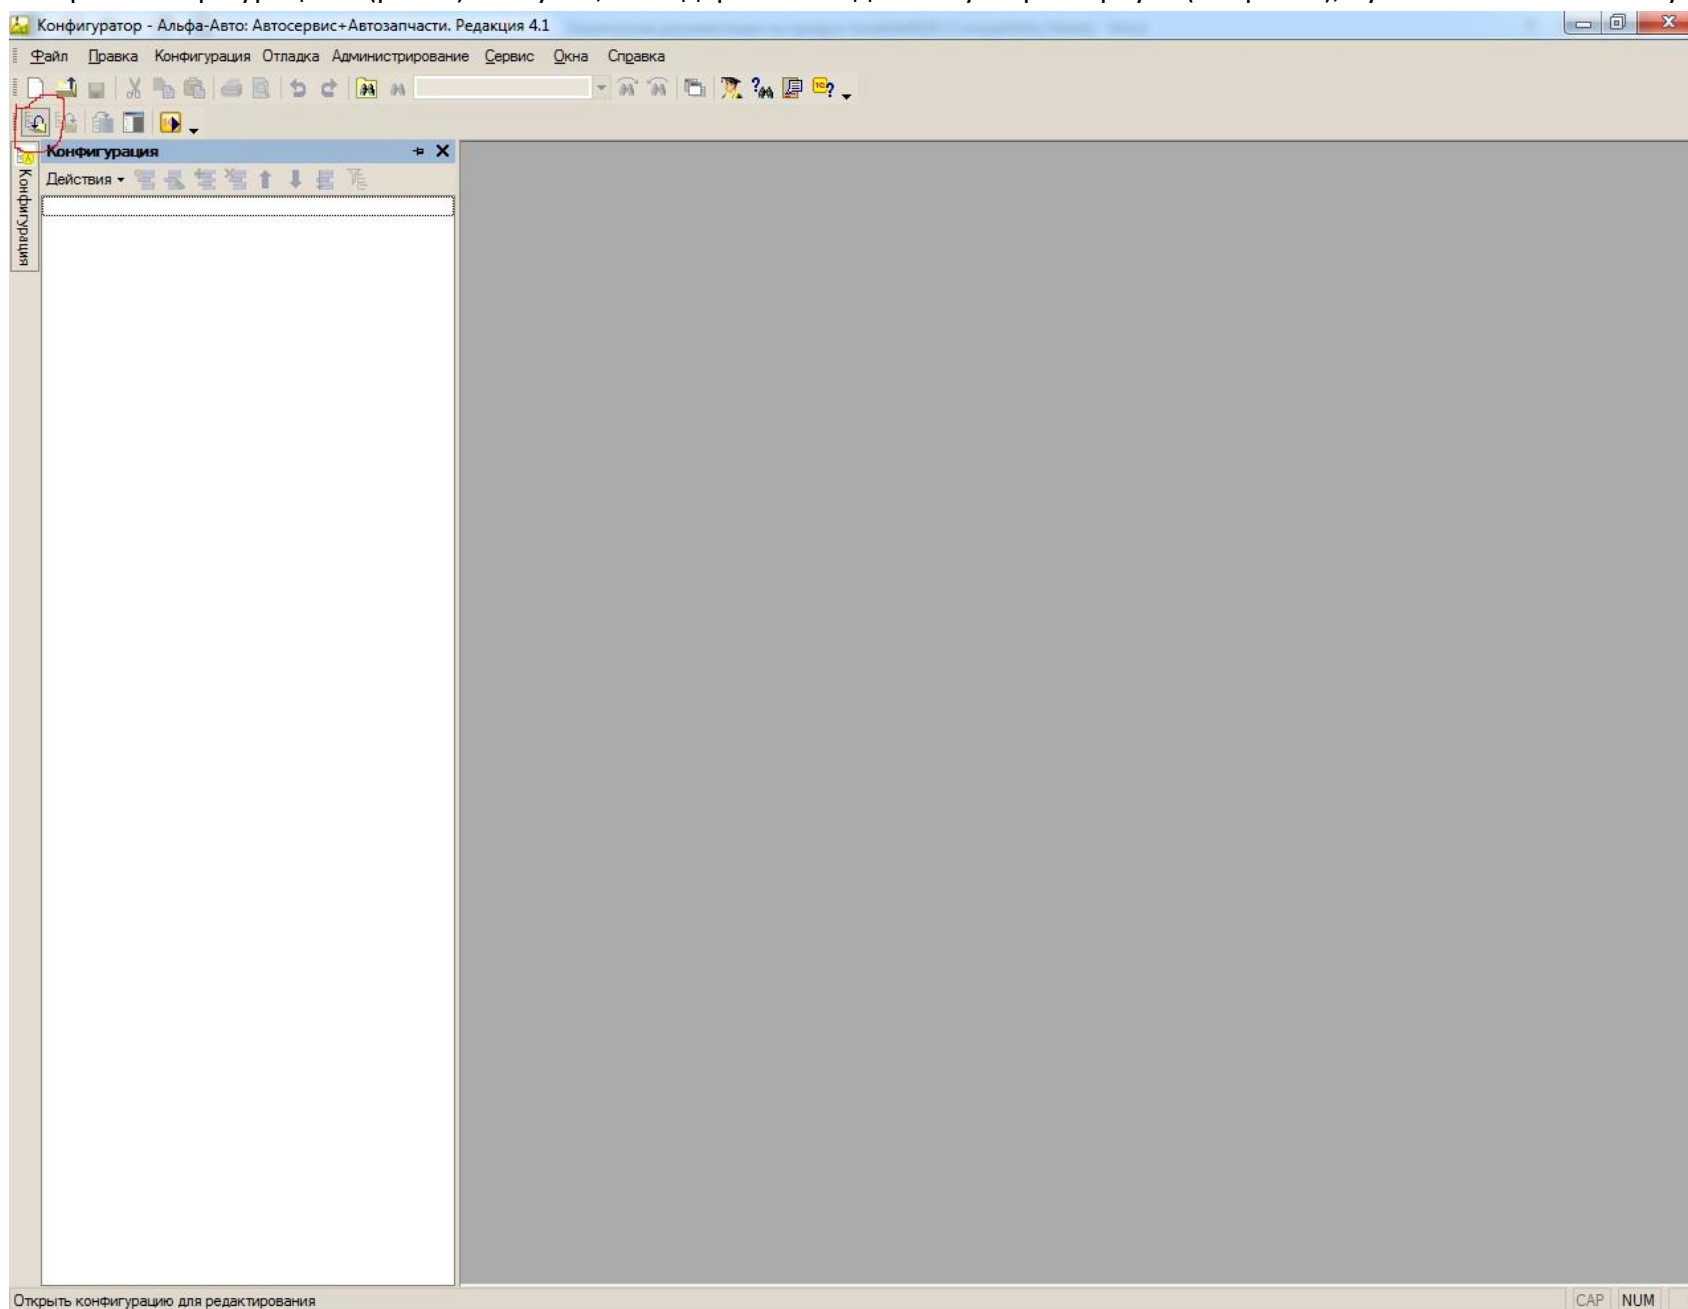
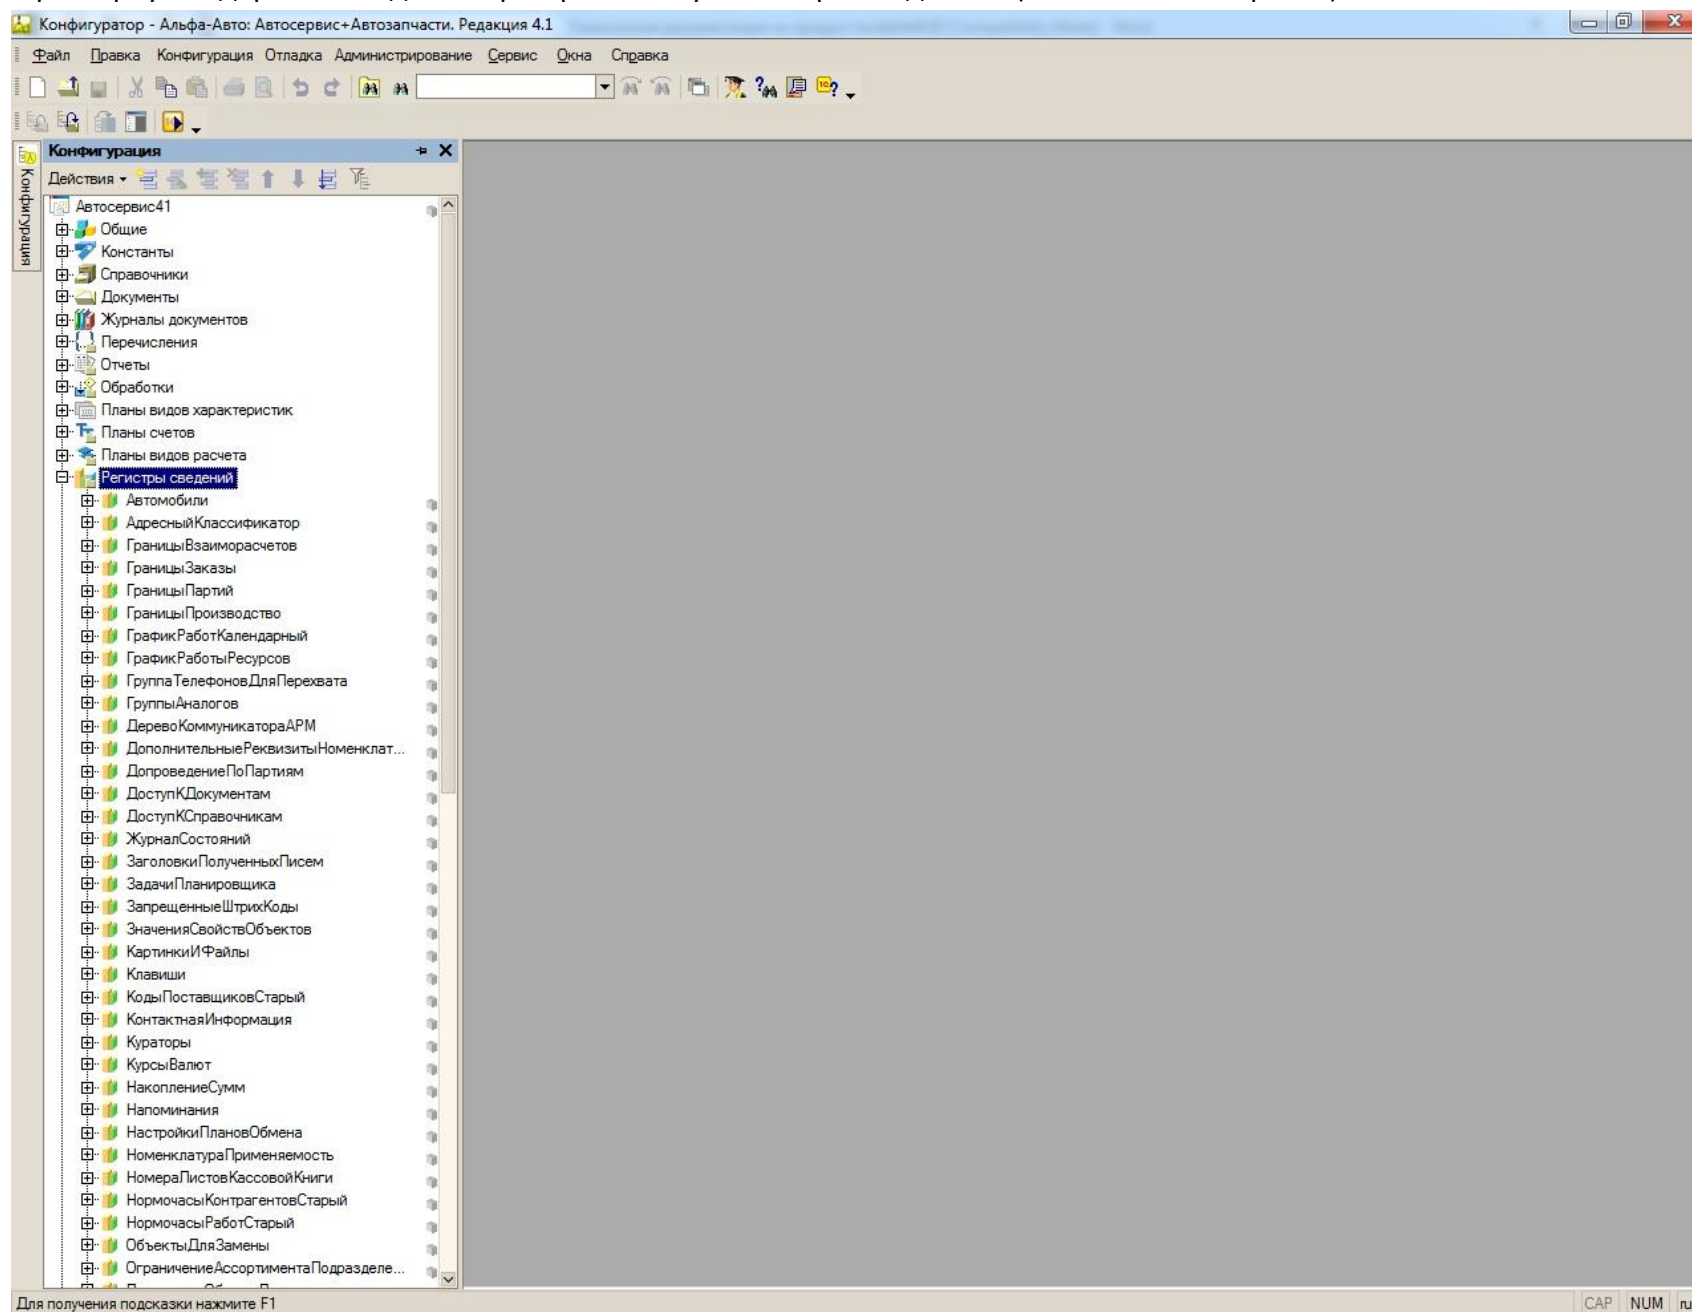

Рисунок 3. Открытая конфигурация. Разворачивание дерева метаданных.
Рисунок 4. Развернутое дерево метаданных, открыта ветка «Регистры сведений».
2. Развернуть дерево метаданных конфигурации **«Альфа-авто: автосервис + автозапчасти. Редакция 4.1»** с помощью кнопки «открыть конфигурацию» (рис. 3). В случае, если дерево метаданных уже развернуто (см. рис. 4), пункт 2 выполнять не нужно!
3. В развернутом дереве метаданных раскрыть ветку «Регистры сведений» (как показано на рис. 4)